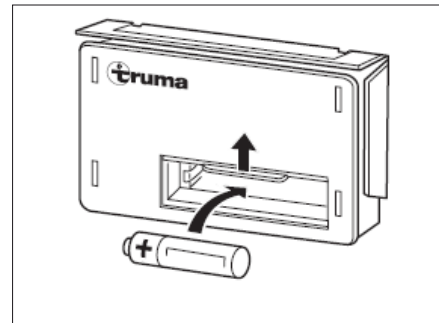

Fig. 105 Cambio de batería
- Empujar la tapa del compartimento de la batería en el dispositivo automático de encendido (Fig. 105) hacia arriba.
- Meter una batería nueva del mismo tipo con la polarización correcta (+/-) en el compartimiento de la batería del dispositivo automático de encendido (Fig. 105). Utilizar únicamente baterías AA resistentes a la temperatura (+70 °C) y a prueba de fugas.